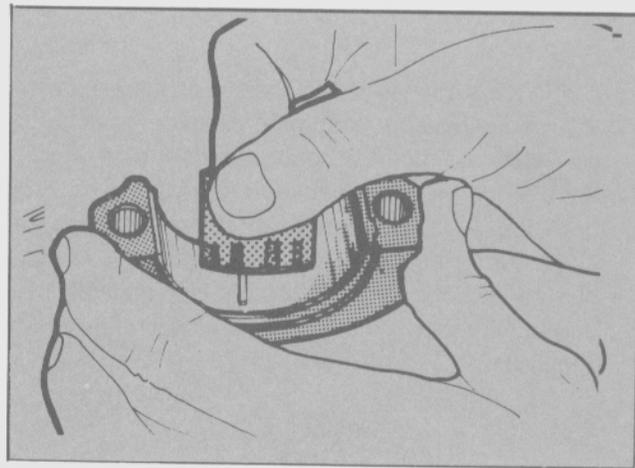

Fig. 36 - Medición del juego radial
- Comparar con qué valor de la escala, impresa en el sobre de Plastigage, coincide la porción de éste que aparece adherida al cojinete o muñón del cigüeñal. El juego radial medido debe estar comprendido entre los valores especificados (Fig. 36).